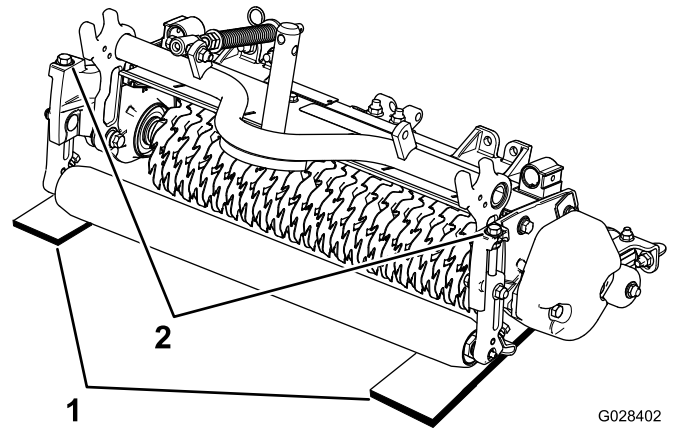

Figura 9
2. Coloque 2 barras de ajuste, cuyo grosor sea igual a la profundidad deseada de penetración en el suelo, debajo de los rodillos delantero y trasero del molinete de verticorte, en cada extremo del molinete (Figura 9).
3. Gire el perno de ajuste de cada soporte de altura de corte (Figura 9) hasta que las cuchillas toquen la superficie nivelada en cada extremo del molinete.